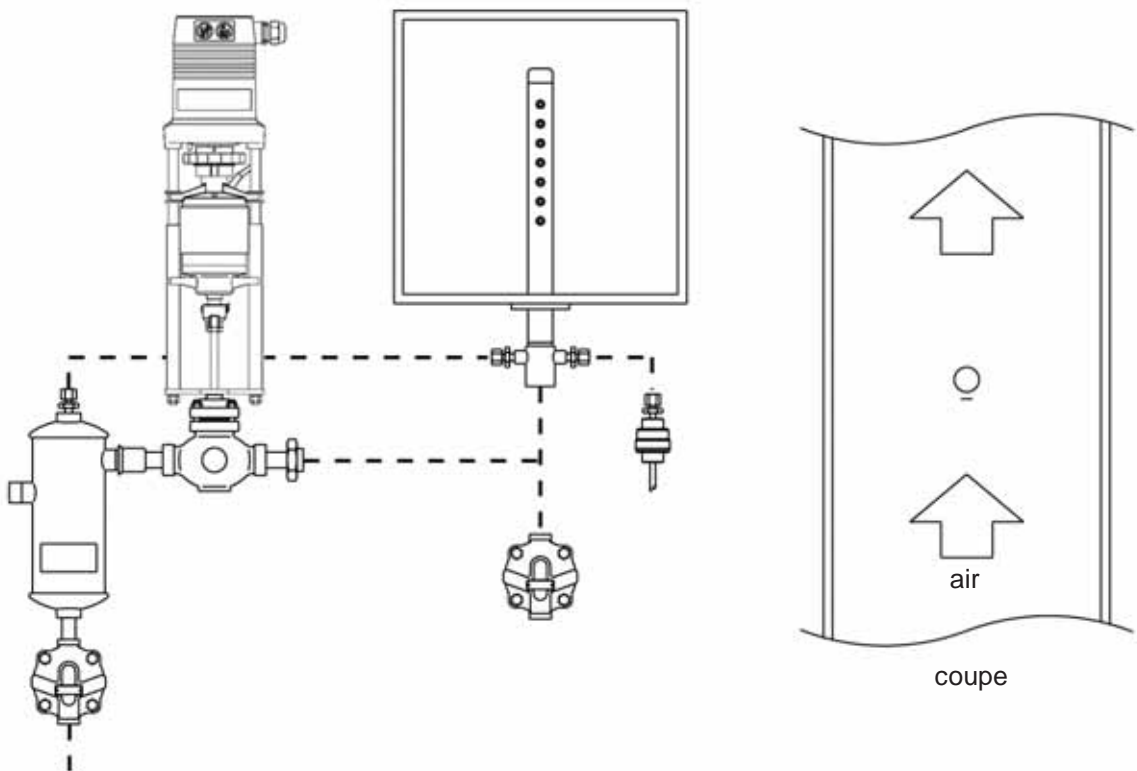

Fig. 15 Gaine horizontale - Rampe verticale
- 3.2.3** Les raccords fournis permettent l'orientation de la rampe de telle sorte que les buses d'injection soient dirigées face au flux d'air (sauf dans le cas d'installation de la Fig. 15). Ceci est important et permet de considérer une mise en place de la rampe par le côté gauche ou droit de la gaine.